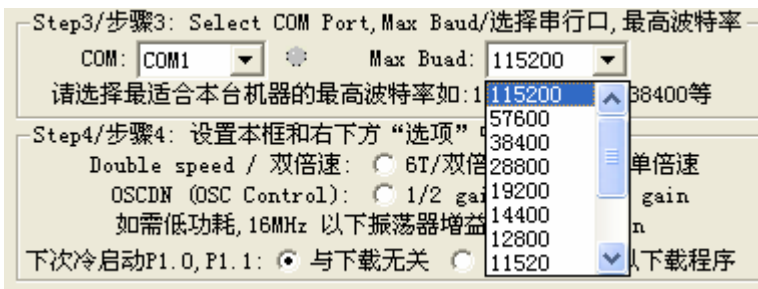

图 16 选择最高波特率
4、选择最高波特率，通常可以使用默认值，如图 16 所示。如果你所用的 PC 机较旧，可以选低一些的波特率试一试。